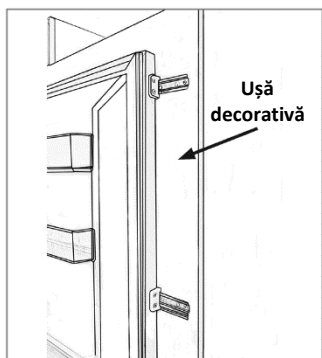

Fig. 14
- aspectul final al glisierelor pentru uși trebuie să fie similară cu cea prezentată în Fig. 14, care arată 2 glisiere în poziție.